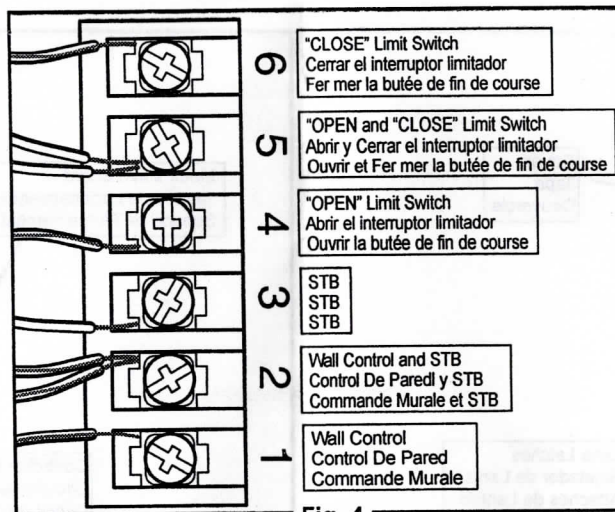

Fig. 4
**12. Remove and Install wires from old Controller Board Terminal Strip to New Controller Board Terminal Strip (Fig. 4)**
**12. Quitar e instalar los alambres de la regleta de terminales del tablero regulador viejo a la regleta de terminales nueva del tablero regulador (Fig. 4)**
**12. Enlever et installer les fils de l'ancien bornier de la carte du contrôleur sur le nouveau bornier de la carte du contrôleur (fig. 4)**